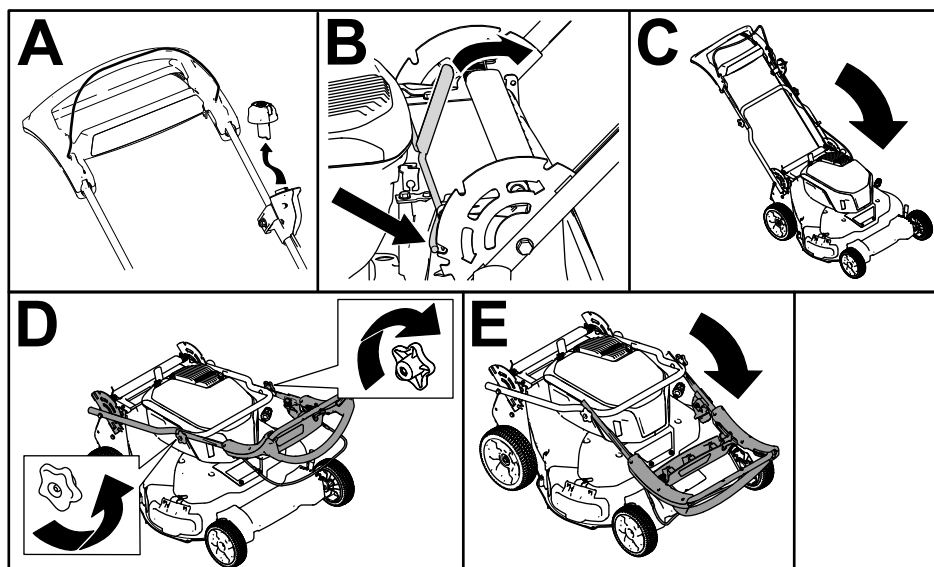

Figura 22
1. Retire el botón de arranque eléctrico (Figura 22, A).
2. Empuje la palanca de bloqueo hacia atrás para desenganchar las clavijas de bloqueo del manillar (Figura 22, B).
3. Baje el manillar hacia la parte delantera de la máquina (Figura 22, C).
4. Afloje los pomos que sujetan el manillar superior (Figura 22, D).
5. Baje el manillar superior (Figura 22, E).